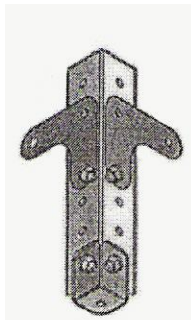

рис. 1
1. На каждую из стоек установить по одному подпятнику. Подпятник вкладывается внутрь стойки и крепится двумя болтами (рис. 1).
3. В местах установки верхней и нижней полок на стойке стеллажа **в двух направлениях** устанавливаются уголки усиления (8 шт. на каждую полку), и каждый предварительно крепится одним болтом (рис.1).